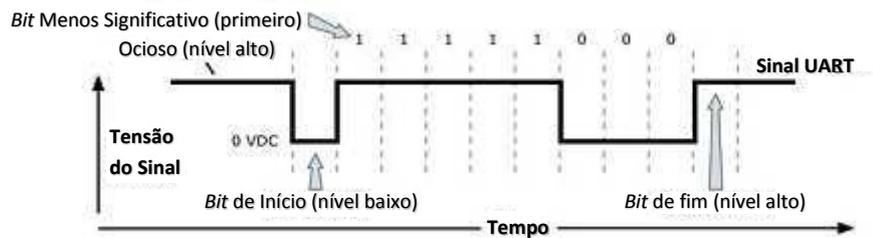

Figura 9: Representação do pacote de dados 0x1F (31 em decimal) transmitido através de um módulo RF [1]
O modo transparente é o modo padrão, no qual os módulos são configurados de fábrica. Os dados recebidos no módulo pela USB estão no formato UART (*Universal Asynchronous Receiver/Transmitter*) e chegam no pino 3 (DIN), sendo colocados na fila para transmissão pelo canal de rádio frequência (RF). Já os dados que chegam pelo mesmo canal, são transmitidos para o barramento USB pelo pino 2 (DOUT). Um exemplo de dado no formato UART é exibido na figura 9.